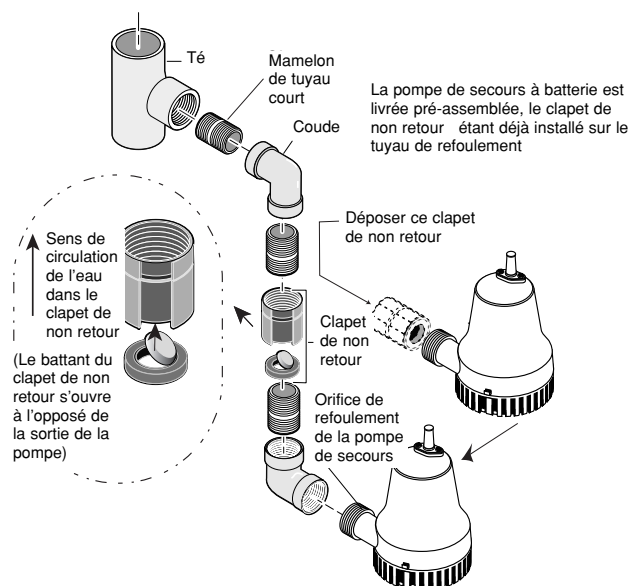

Figure 5 – Déposer le clapet de non retour installé sur la pompe de secours
2. Déposer le clapet de non retour (Réf. 4 de la page 29) de la pompe de secours à batterie (Réf. 5); le mettre de côté. Se reporter à la Figure 5. Ce clapet de non retour sera utilisé plus tard, lors du remontage.
NOTA : S'assurer que le clapet de non retour est installé dans le bon sens. Se reporter à l'encadré du schéma de la Figure 5.